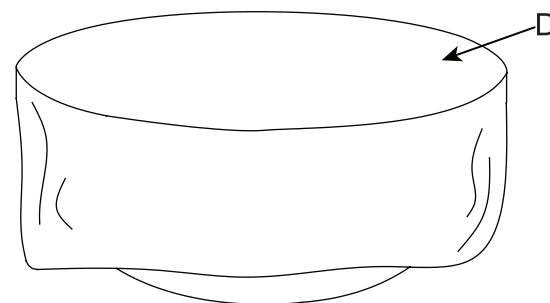

Figure 5
6. Po úplném vychladnutí ohniště jej zakryjte krytem (D) (viz Figure 5).